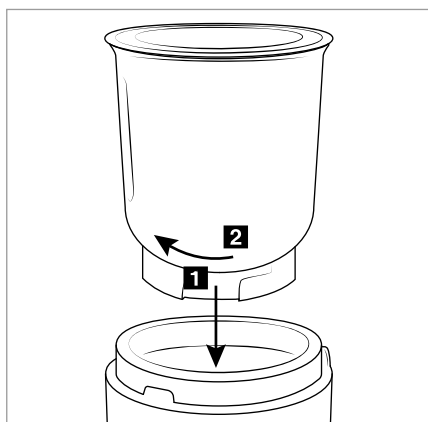

Fig. 1
- Placez le bol **(3)/(4)** dans le bloc-moteur **(5)** : Veillez à ce que les dispositifs de retenue à l'intérieur du bloc-moteur **(5)** glissent dans les évidements sur la base du bol **(3)/(4)** (voir fig. 1/**1**).
- Tournez le bol **(3)/(4)** de sorte que les dispositifs de retenue à l'intérieur du bloc-moteur **(5)** glissent jusque dans le rail (sens **1**) et que le bol **(3)/(4)** soit bloqué (voir fig. 1/**2**).